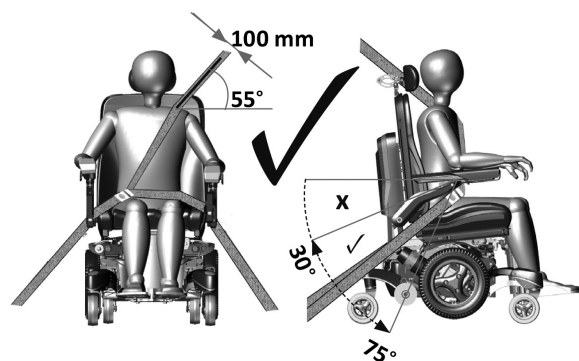
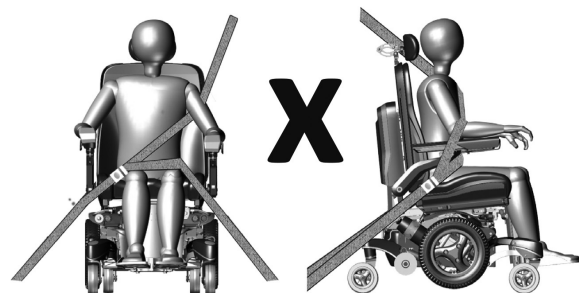

Figure 5.5 – richtige Positionierung des Drei-Punkt-Rückhaltesystems
Figure 5.6 – falsche Positionierung des Drei-Punkt-Rückhaltesystems
- Die Sicherheitsgurte müssen an der entsprechenden Säule des Fahrzeugs angebracht werden und dürfen nicht durch Teile des Elektrorollstuhls wie Armlehnen oder Räder vom Körper ferngehalten werden (Figure 5.6).
- Der Beckengurt muss unten an der Vorderseite des Beckens so angelegt werden, dass der Winkel des Beckengurts zwischen 30° und 75° zur Horizontalen beträgt (Figure 5.5).
- Ein steilerer (größerer) Winkel innerhalb des bevorzugten Bereichs ist wünschenswert (Figure 5.5)
- Der Schultergurt muss wie in der Abbildung gezeigt über die Schulter und quer über die Brust passen (Figure 5.5). Legen Sie den Sicherheitsgurt nicht wie Figure 5.6 gezeigt an